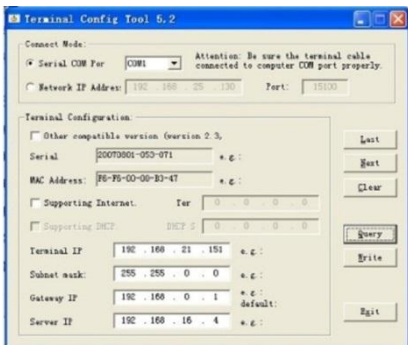

Рис. 6.1
1) Подключите устройство к компьютеру через разъем TERMINAL на устройстве и USB порт на ПК. Откройте все программы в меню старт ПК найдите INTELLIGENT NETWORK BROADCAST где выберете TERMINAL CONFIGURE PROGRAM 2.36, запустите программу. Откройте окно терминала настройки (рис.6.1) и нажмите на кнопку INQUIRY. Процесс запроса показан на рис 6.2.